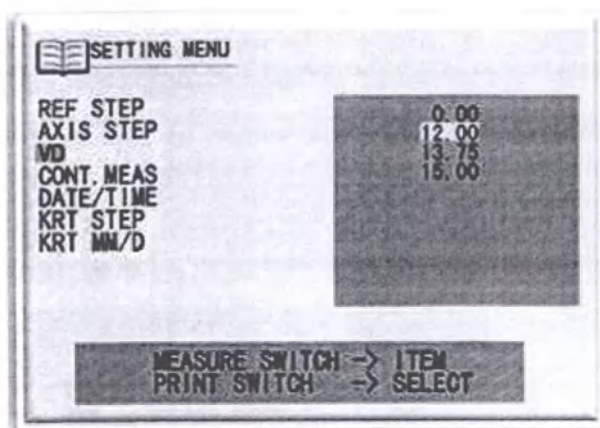

Рисунок 52 – Экран настройки VD
– Нажмите кнопку измерения на ручке управления, переместите курсор на пункт VD (рисунок 52).